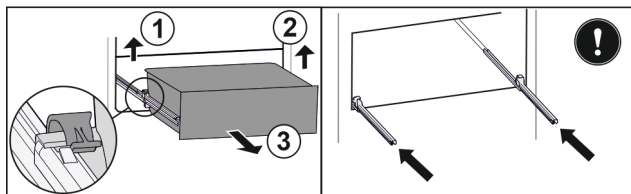

Fig. 154
- Emelje fel a bal oldali kapcsot, és ezzel egyszerre húzza előre felé a fiók bal oldalát. Fig. 154 (1)
- Emelje fel a jobb oldali kapcsot, és ezzel egyszerre húzza előre felé a fiók jobb oldalát. Fig. 154 (2)
- Vegye ki a fiókot előre felé. Fig. 154 (3)